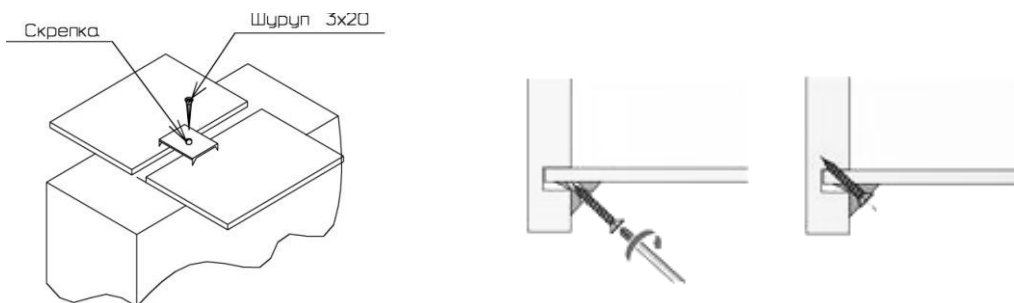

Рис. 3
1. Присоединить к горизонтальному щиту (153) заднюю стенку (157) так, чтобы дюбели стяжек вошли в соответствующие им отверстия. Затянуть эксцентрики, повернув их на 180 градусов.
2. Присоединить к горизонтальному щиту (153) перегородку (156) конфирмат-винтами, а затем перегородку (155) с помощью эксцентриковых стяжек. Затянуть эксцентрики, повернув их на 180 градусов.
3. К перегородке (155) присоединить нижний щит (154) с помощью конфирмат-винтов.
4. На нижний щит (154) установить планку опорную (158) с помощью шкантов.
5. К получившейся конструкции присоединить боковые стенки (150), (151) так, чтобы дюбели стяжек и шканты вошли в соответствующие им отверстия. Затянуть эксцентрики, повернув их на 180 градусов.
6. Установить крышку (152) так, чтобы дюбели стяжек и шканты вошли в соответствующие им отверстия на боковых стенках (150), (151), перегородке (156) и задней стенке (157). Затянуть эксцентрики, повернув их на 180 градусов.
8. Собранный корпус проверить на прямоугольность, сравнивая диагонали (их длины должны быть равны). Прямоугольное положение корпуса зафиксировать с помощью мебельных уголков с шурупами. Закрепить задние стенки шурупами 3x20 к щитам (153), (154). Место соединения задних стенок закрепить шурупами 3x20 через скрепки (рис.3, 4).